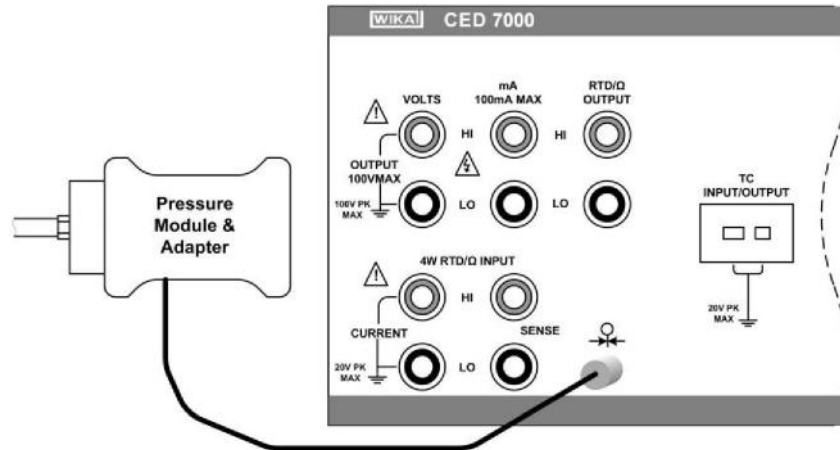

图 16 - 压力模块连接
a) 将压力模块连接到 CED 7000，如图 16 所示。